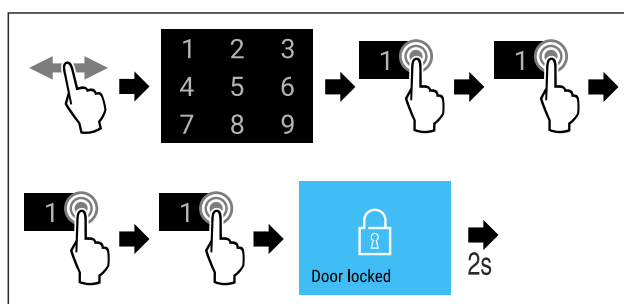

Fig. 74 Zablokování dveří kódem 1 1 1 1.
- Provedte akční kroky (viz Fig. 74).